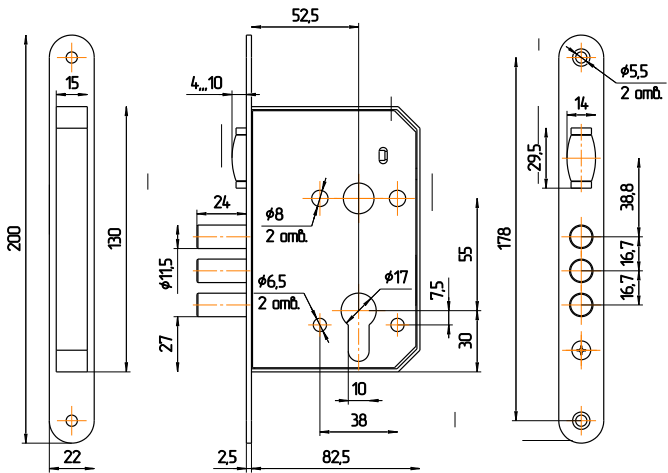

Рис.2
4.1. Произвести разметку на двери согласно рис.2. Выполнить на торце полотна двери гнездо для корпуса замка, а также отверстия для крепежа замка. Выполнить на полотне двери отверстия для МЦ и крепежа накладок, а в дверной коробке – отверстия для пальцев засова и роликового фиксатора.